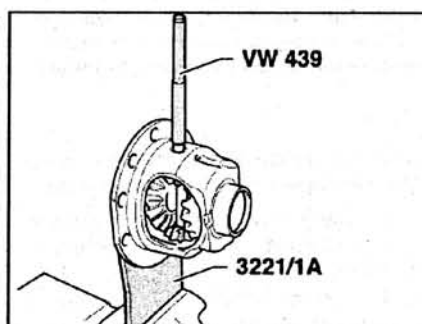

Рис. 4.99. Выбейте вал сателлитов.
6. Выбейте вал сателлитов (рис. 4.99).